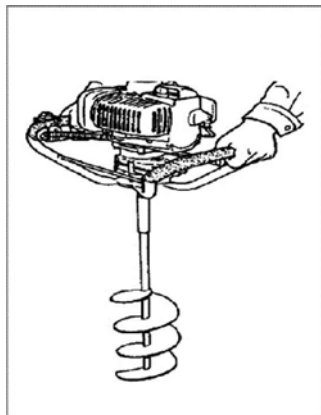

Рис.6
1. Крепко держите рукоятку двумя руками, чтобы аппарат не нарушил Ваше равновесие. (Рис.6)